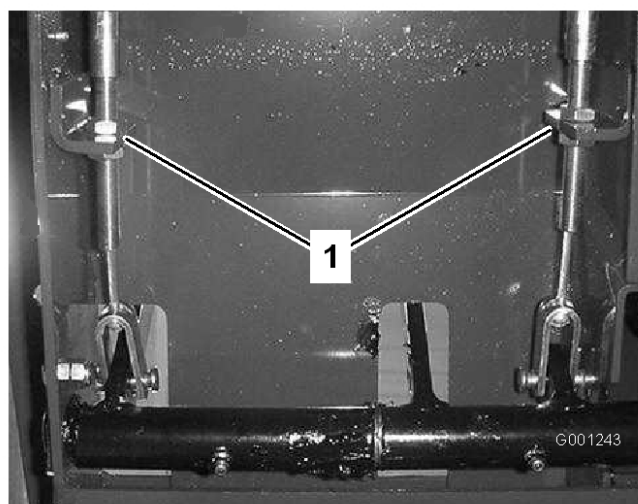

Figure 61
2. Pour réduire la garde aux pédales de frein, serrez les freins en desserrant l'écrou avant sur l'extrémité filetée du câble de frein (Figure 61). Serrez l'écrou arrière pour déplacer le câble en arrière jusqu'à obtention d'une garde de 13 à 25 mm.